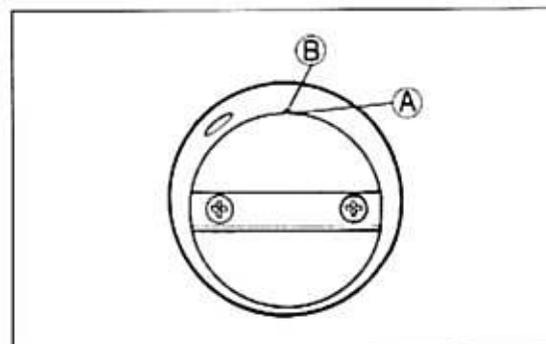

Bild 50
-  Oberkante der Drosselklappen auf vorderste Bypassbohrung ausrichten (Bild 50).